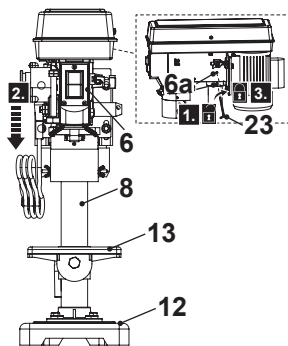

Fig. 3
1. Afloje los dos tornillos de bloqueo (6a) en sentido contrario a las agujas del reloj con la llave hexagonal de 4 mm (23) suministrada, pero no los retire (Fig. 3, paso 1).
2. Coloque el cabezal de la máquina (6) en la columna (8) (Fig. 3, paso 2).
3. Presione el cabezal de la máquina (6) hacia abajo en la columna (8) hasta el tope.
4. Alinee el cabezal de la máquina (6) con la mesa de perforación (13) y la base (12).
5. Apriete los dos tornillos de bloqueo (6a) en el sentido de las agujas del reloj con la llave hexagonal de 4 mm (23) (Fig. 3, paso 3). No apriete demasiado.